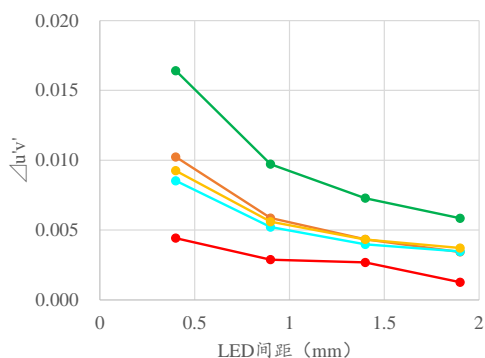

图 14. 色 A: 蓝色
- 色 A 是蓝光 LED 时，LED 安装间距越小，色度偏移量越大。(如图 14)
- 色 A 是蓝光 LED 时，根据相邻 LED 的发光色不同，发生的色度偏移量也不同。如果相邻的是绿光 LED，色度偏移量最大。这是因为根据光谱光效曲线，人眼对绿色光最为敏感，所以即使激发的光量相同，绿光的光通量最大，发生的色度偏移量也就最大。相反相邻 LED 是红光 LED 时，发生的色度偏移量最小。(如图 14)